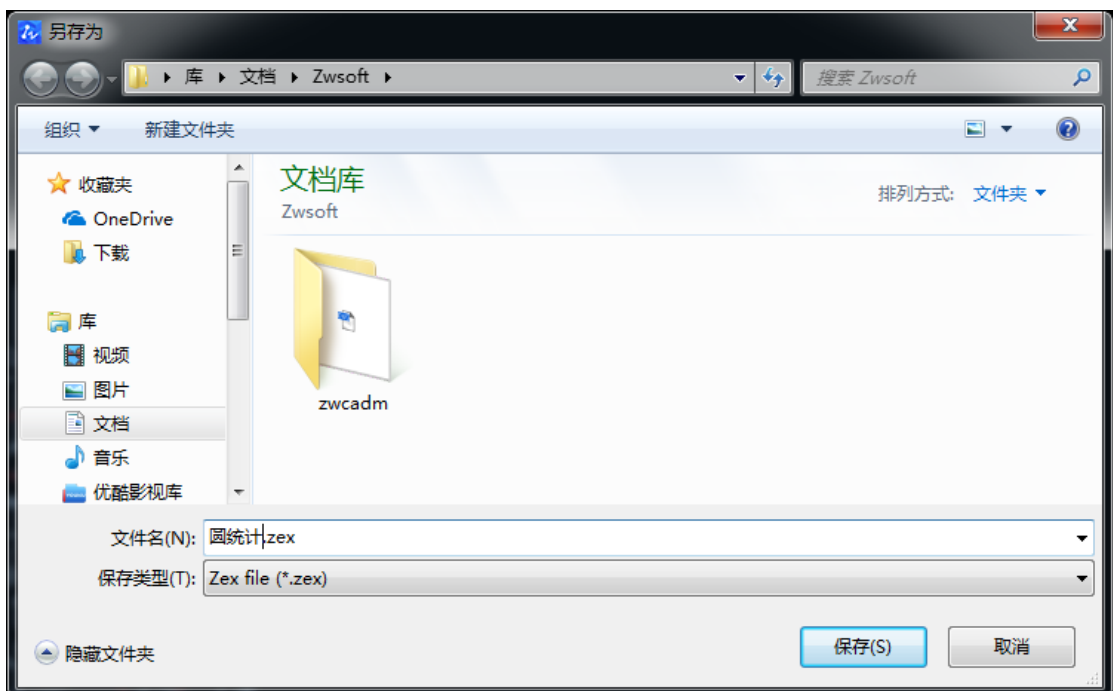

图 9-45 “数据提取-选择输出”对话框
c) 弹出“另存为”对话框如图 9-45 所示，指定文件输出的路径和文件名后，点【保存】按钮，回到“数据提取-选择输出”对话框，再点【完成】按钮完成导出.zex 文件的操作。